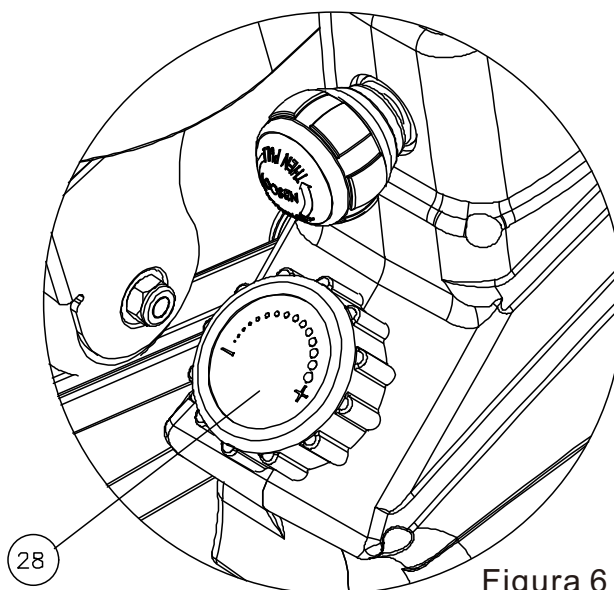

Figura 6
6. La magnitud de la resistencia puede ajustarse girando los botones “+” y “-” del regulador de velocidad de 28 pasos hacia la izquierda o la derecha. Como se muestra en la Figura 6: